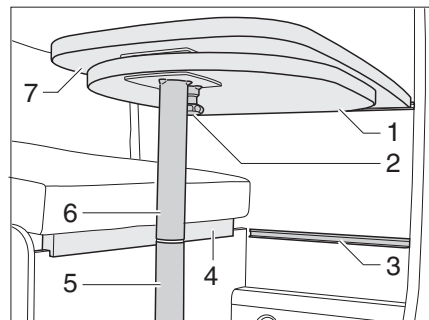

Fig. 38 Tavolo sospeso con piede di sostegno divisibile
- Tirare in basso il pomello (Fig. 38,2) del bloccaggio ed aprire la prolunga del piano del tavolo (Fig. 38,1).
- Richiudere la prolunga del piano del tavolo (Fig. 38,1) sotto il piano del tavolo (Fig. 38,7) fino ad udire la chiusura a scatto.
- Se necessario, applicare il listello in multiplex (Fig. 38,4) sulla cassapanca.
- Aprire la prolunga del piano del tavolo (Fig. 38,1).
- Sollevare il piano del tavolo (Fig. 38,7) di circa 45° in avanti.
- Estrarre verso il basso la parte inferiore del piede di sostegno (Fig. 38,5) e riporla.
- Agganciare il piano del tavolo ad un angolo di 45° ai supporti del listello di supporto inferiore (Fig. 38,3) e deporlo sul pavimento con la parte superiore del piede di sostegno (Fig. 38,6).
- Sollevare il piano del tavolo (Fig. 38,6) di circa 45° in avanti.